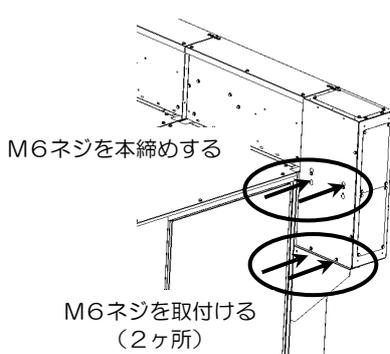

図 3-3 背面より固定
- ③ ターミナルボックス背面より先ほど仮締めしたターミナルボックスのネジを締めます（図3-3 参照）。
- ④ さらにターミナルボックス背面よりM6ネジ（付属品）にて2ヶ所ターミナルブロックを固定します